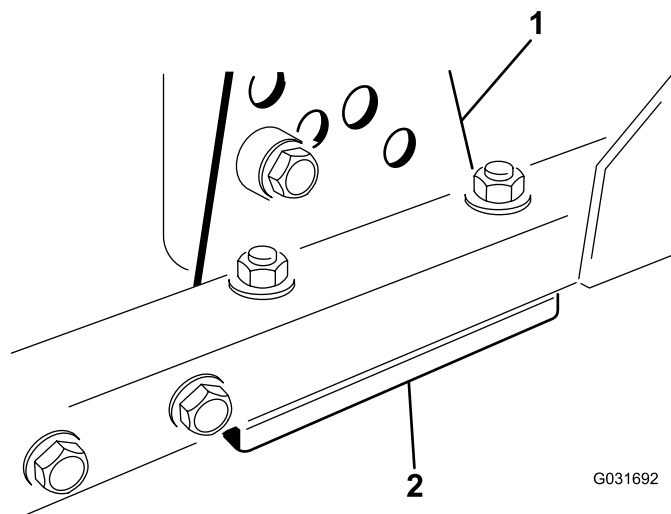

Figure 100
1. Retirez le support de hauteur de coupe (avant, gauche ou droit) du cadre du plateau de coupe (Figure 100).
2. Placez des cales de 1,5 mm et/ou une cale de 0,7 mm entre le cadre et le support du plateau pour obtenir la hauteur de coupe voulue (Figure 100).